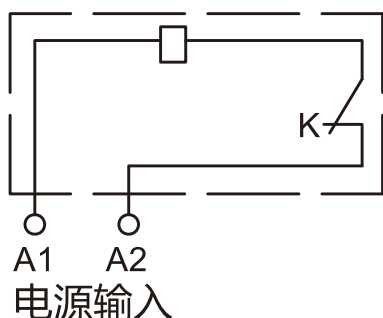

图2 分励脱扣器接线图
5.4.2.1 分励脱扣器的外加电压介于额定控制电源电压70%~110%之间时，能可靠分断断路器，接线图见图2。